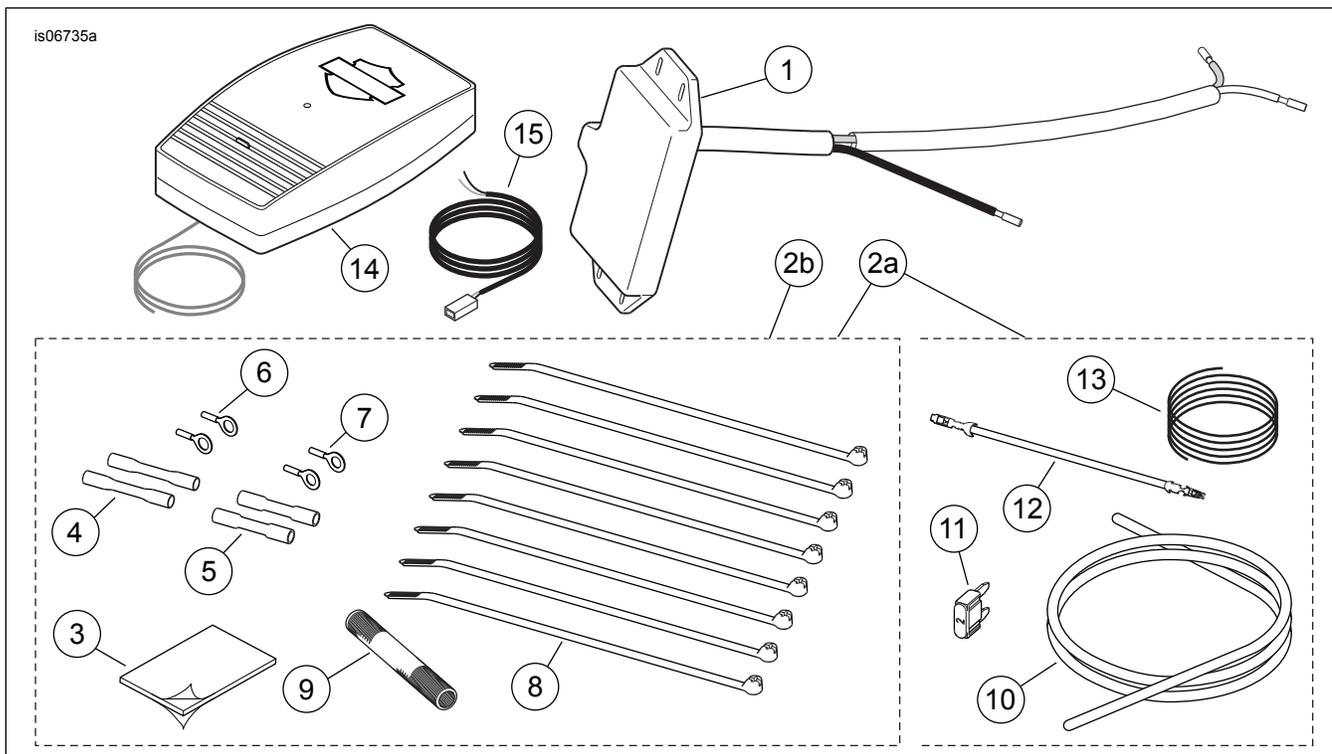

Figura 34. Peças de serviço, kits do controlo remoto sistema de abertura da porta de garagem
3. Ver Figura 22 . A configuração da emenda “dois-em-um”. Retire do kit um conector de junção selada de cor **vermelho** (ver Figura 34 , item 4). Ligue o cabo do chicote de alimentação do sistema de abertura de porta de garagem aos fios cor de laranja/brancos do chicote principal do veículo, de acordo com as instruções constantes do apêndice do manual de serviço de oficina.
4. Ver Figura 22 . A configuração de emenda "um-em-um". Retire do kit um conector de junção selada de cor **azul** (ver Figura 34 , item 5). Faça a união do fio branco do transmissor aos fios brancos do farol dianteiro.
3. Deslize o tubo flexível de fios entrelaçados (9) do kit sobre os fios brancos do transmissor.
2. Ver Figura 34. Deslize o tubo flexível do fio entrelaçado (9) do kit sobre o fio branco do transmissor.
3. Ver Figura 22. A configuração de emenda "um-em-um". Retire do kit um conector de junção selada de cor azul (ver Figura 34, item 5). Una o fio branco do transmissor aos fios azul/branco do farol dianteiro.
2. Ver Figura 34. Deslize o tubo flexível de fios entrelaçados (9) do kit sobre os fios brancos do transmissor.
3. Ver Figura 22. A configuração de emenda "um-em-um". Retire do kit um conector de junção selada de cor azul (ver Figura 34, item 5). Faça a união do fio branco do transmissor aos fios brancos do farol dianteiro.